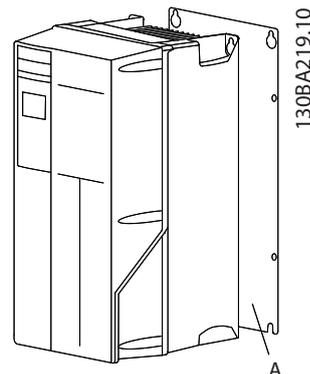
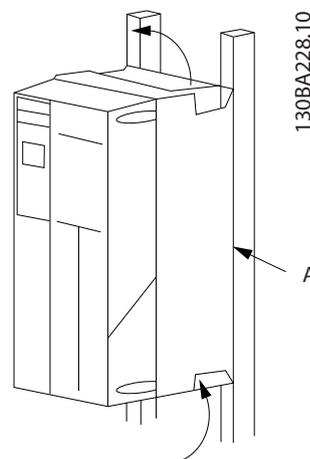

Abbildung 2.2 Korrekte Montage mit Rückwand
Abbildung 2.3 Korrekte Montage mit Schienen
- Befestigen Sie den Frequenzumrichter auf einer ebenen, stabilen Oberfläche oder an der optionalen Rückwand, um die Luftzirkulation zur Kühlung zu gewährleisten (siehe *Abbildung 2.2* und *Abbildung 2.3*).